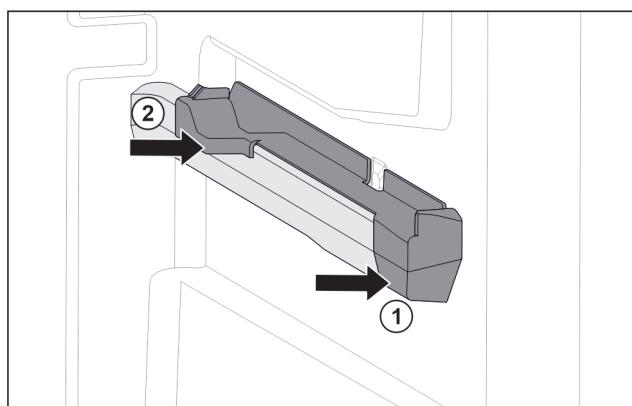

Fig. 119 Násuvný diel na pravom rebre nádoby
- Nasadte násuvný diel vpredu na rebro nádoby. Fig. 119 (1)
- Pritlačte násuvný diel vzadu. Fig. 119 (2)